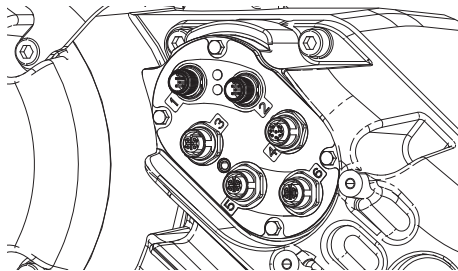

FIG. 40
- c. Desserrer le cordon d'alimentation (CG).
- d. Retirer les fils du boîtier du moteur en les tirant par le cordon d'alimentation (CG).
- e. Débrancher les câbles qui sont branchés sur les ports 1-6 sur le moteur (AB), comme indiqué FIG. 40.